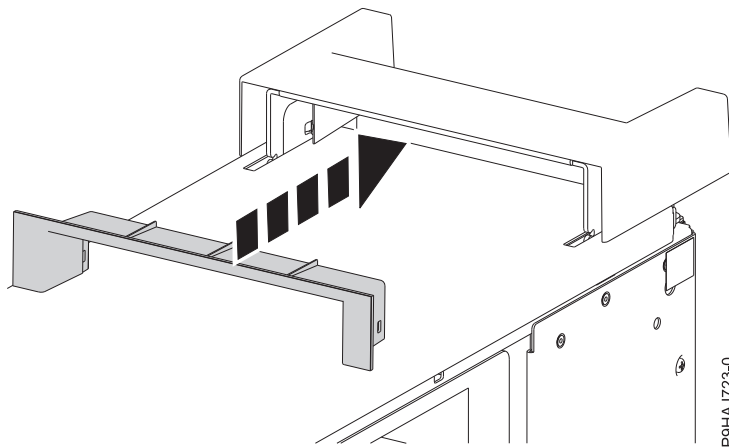

Figura 24. Inserción de la pieza de plástico en la tapa de asa
5. Inserte la pieza de plástico en la tapa de asa presionándola firmemente, tal como se muestra en la Figura 24.